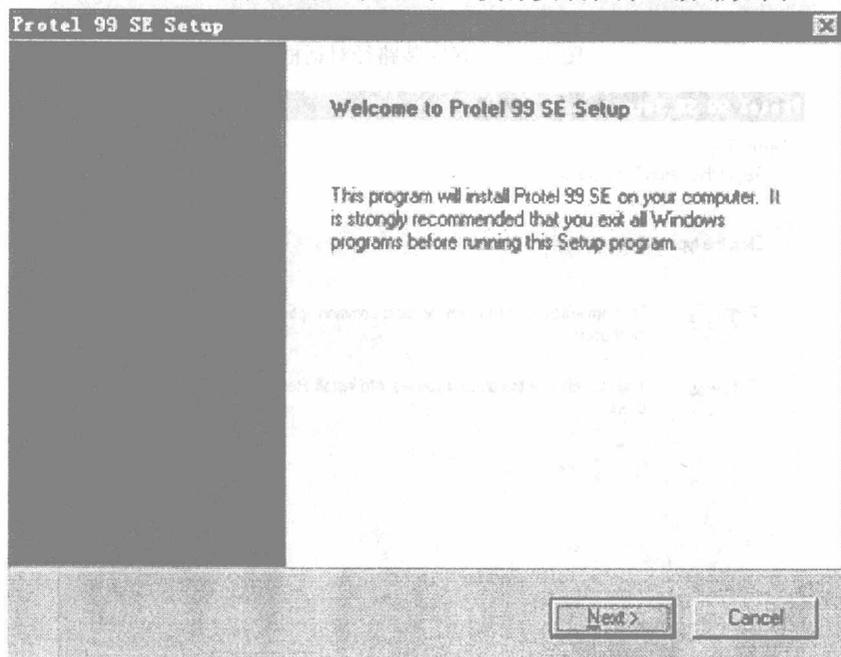

图 1-1 安装对话框
(1) 将 Protel 99 SE 软件光盘放入光驱中，执行安装程序，屏幕如图 1-1 所示。